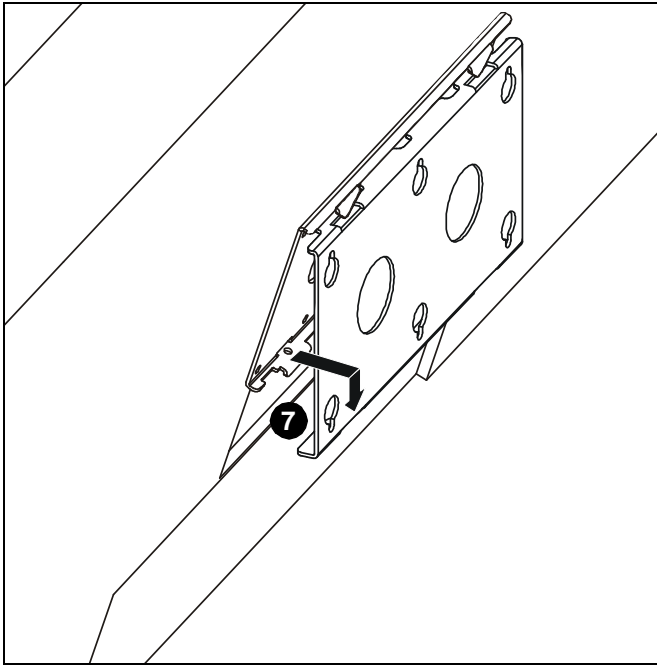

Figura 11
7. Asegúrese de que las lengüetas superiores estén en la posición del Paso 6, inserte las lengüetas inferiores de la placa frontal en las ranuras inferiores del soporte de pared. (Consulte la Figura 11)